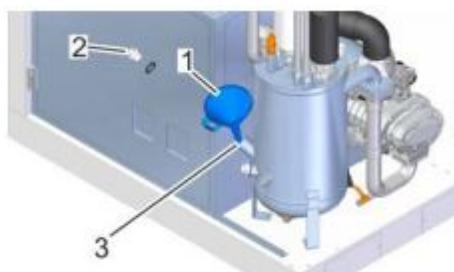

Рис. 33: Заправочный патрубок
6. С помощью воронки (Рис. 33/1) залейте охлаждающую жидкость до соответствующего уровня заправочного патрубка (Рис. 33/3).
8. Верните на место пробку наливного отверстия (Рис. 33/2) и закрутите.